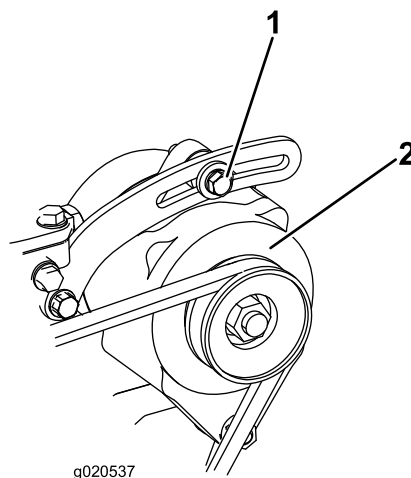

Figura 74
2. Si la desviación no es de 10 mm, afloje los pernos de montaje del alternador (Figura 74). Aumente o reduzca la tensión de la correa del alternador y apriete los pernos. Verifique de nuevo la desviación de la correa para asegurarse de que la tensión es la correcta.